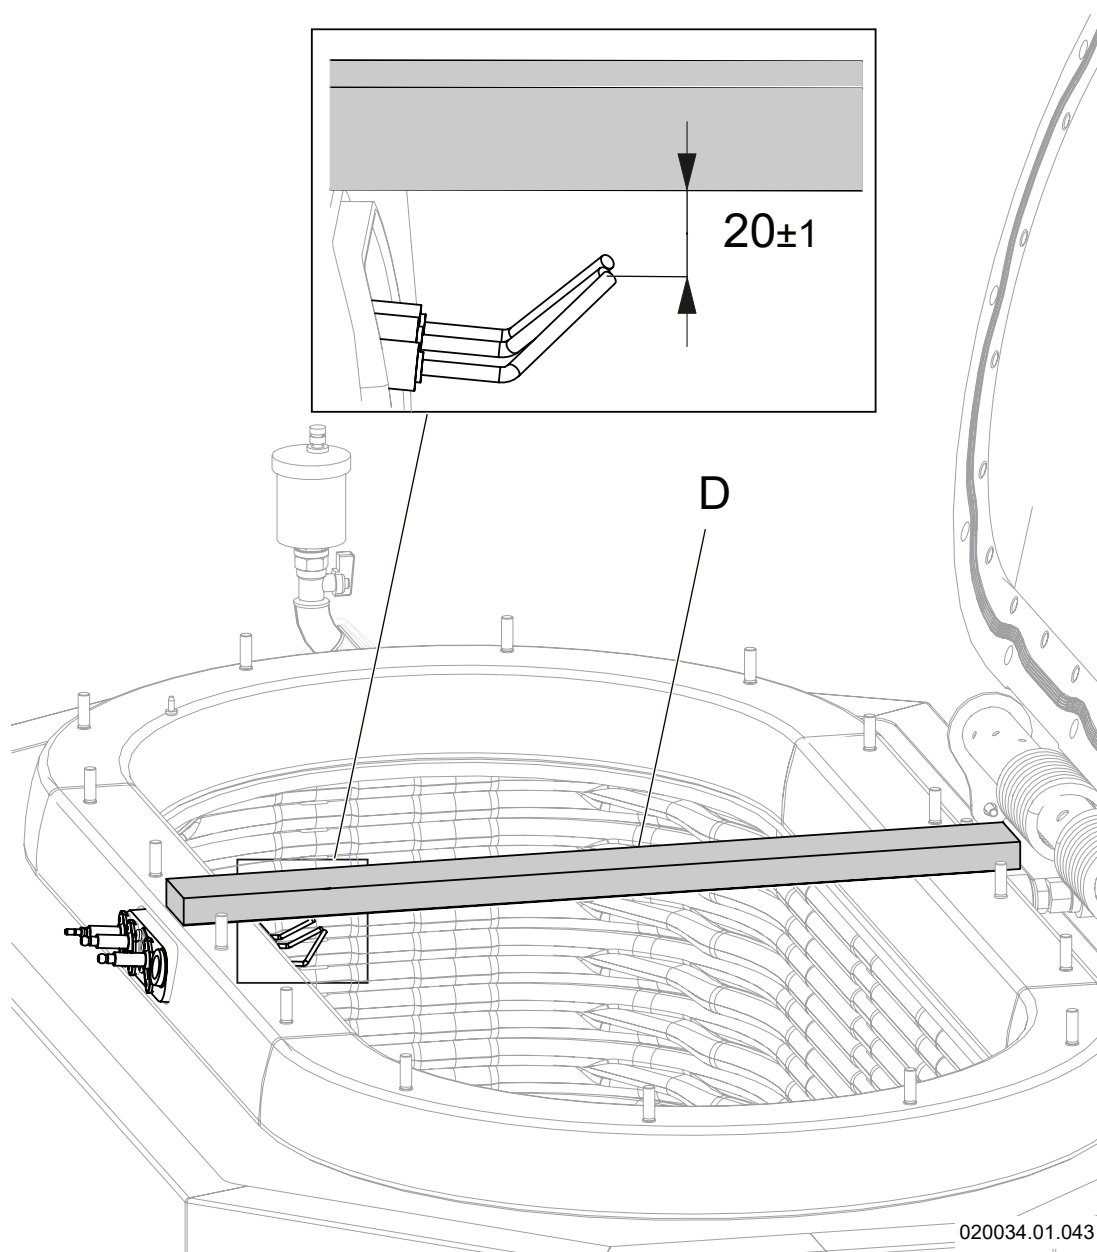

Figura 8-18 - Distanza in mm degli elettrodi di accensione e di rilevazione dal bruciatore
- 4.- posizionare un tubolare quadrato "D" o similare, sullo scambiatore (vedi Figura 8-18), assicurarsi che sia in piano e sopra agli elettrodi di accensione e rilevazione;
- 5.- verificare che la distanza degli elettrodi di accensione "A" - "B" e di rilevazione "C" dalla superficie del tubolare sia di 20 mm (Figura 8-18);